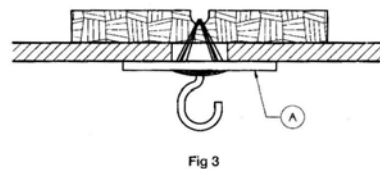

Fig 3
- Après avoir vérifié que le faux-plafond est assez résistant pour supporter le poids du ventilateur en mouvement (mini 25 kg - fig. 3), pratiquer une ouverture dans le faux-plafond, suffisamment grande pour passer une traverse rigide (métallique ou en bois), la plus longue possible et jamais inférieure à 25 cm de longueur afin d'assurer une bonne répartition du poids.
- Relier le crochet en tôle (A) avec la traverse par un fil de fer en acier galvanisé ayant un diamètre mini de 2.5 mm.